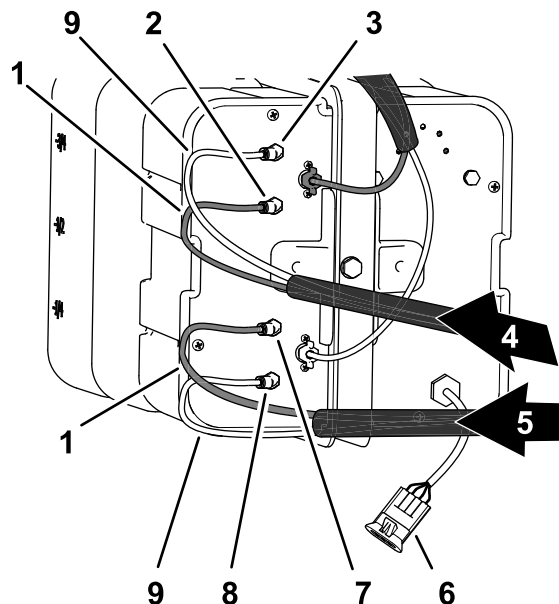

Figure 22
1. Acheminez les tubes de mousse de la rampe droite comme montré à la Figure 22.
2. Insérez le tube transparent dans le raccord d'air sur la plaque latérale du compresseur (Figure 22).
3. Insérez le tube bleu dans le raccord de liquide sur la plaque latérale du compresseur (Figure 22).
4. Acheminez les tubes de mousse de la rampe gauche comme montré à la Figure 22.
5. Insérez le tube transparent dans le raccord d'air sur la plaque latérale du compresseur (Figure 22).
6. Insérez le tube bleu dans le raccord de liquide sur la plaque latérale du compresseur (Figure 22).